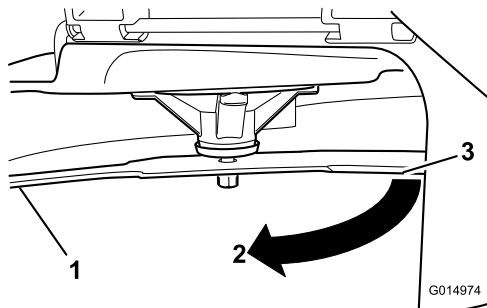

Figura 57
3. Distancia medida entre la cuchilla y la superficie (A)
4. Gire la misma cuchilla 180 grados de manera que el otro extremo esté en la misma posición (**Figura 57**).